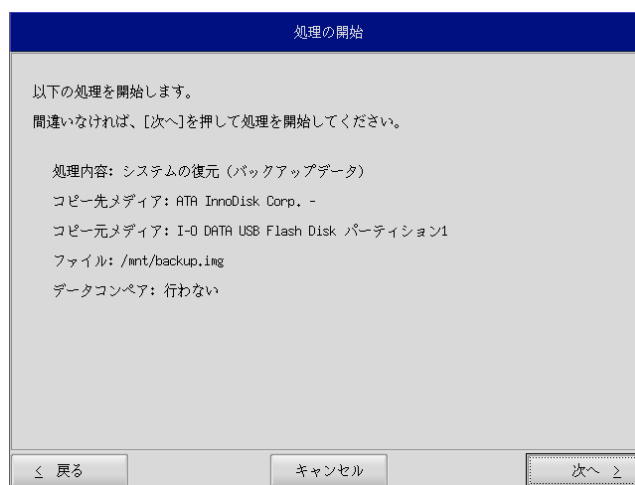

図 5-2-6. 確認画面
- ⑪ 確認画面(図 5-2-6)が表示されます。メディア、パーティション、バックアップファイルを確認します。[次へ]ボタンを押します。